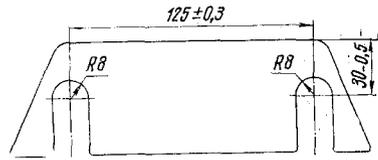

Рис. 93. Прокладка под лапы дизеля
- 2) изготовьте из листовой стали толщиной 0,3...0,5 мм комплект регулировочных прокладок согласно размерам на рис. 93 (по 2...3 прокладки под каждую опорную лапу);